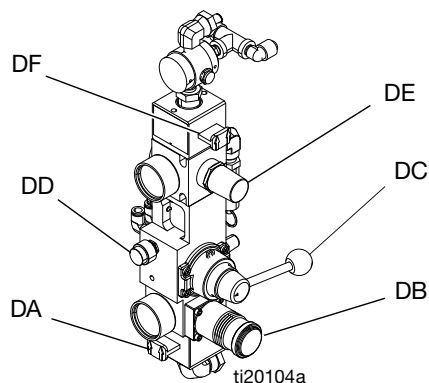

FIG. 32 : Commandes de la pompe d'alimentation
- c. Glisser la vanne d'air principale à glissière (DA) et la vanne à glissière (DF) du moteur pneumatique vers leur position d'arrêt (OFF). Voir la FIG. 32.
- m. Lorsque le plateau pousse contre le produit, glisser la vanne à glissière (DF) du moteur pneumatique vers sa position de marche (ON). Voir la FIG. 32. La pompe va commencer de pomper. Continuer de pomper jusqu'à ce que le seau soit vide ou jusqu'à ce que la quantité voulue de produit ait été ajoutée dans le réservoir. Glisser la vanne à glissière (DF) du moteur pneumatique vers sa position d'arrêt (OFF) pour arrêter la pompe d'alimentation.
- n. Pour soulever le plateau hors du seau, appuyer sur la vanne de purge (DD), puis soulever la vanne de commande. La pompe d'alimentation poussera alors de l'air comprimé dans le seau pour l'enlever du plateau. Faire attention que le seau ne soit pas poussé du châssis. Si c'est quand même le cas, baisser le plateau et ressayer.